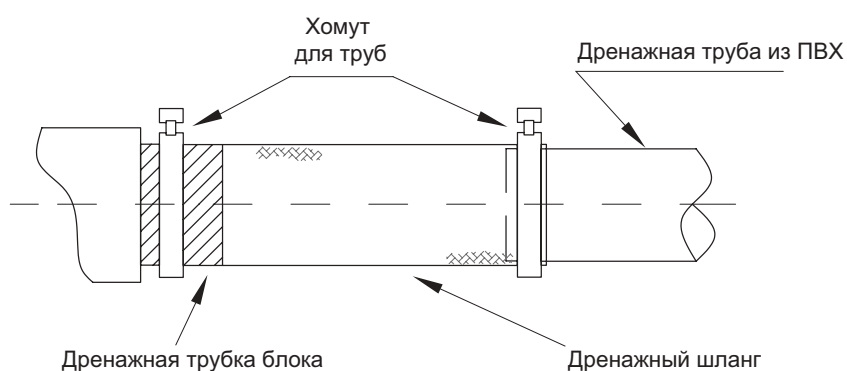

Рис. 13.5.
13.17.4. Соединение дренажной трубы и внутреннего блока показано на рис. 13.5.